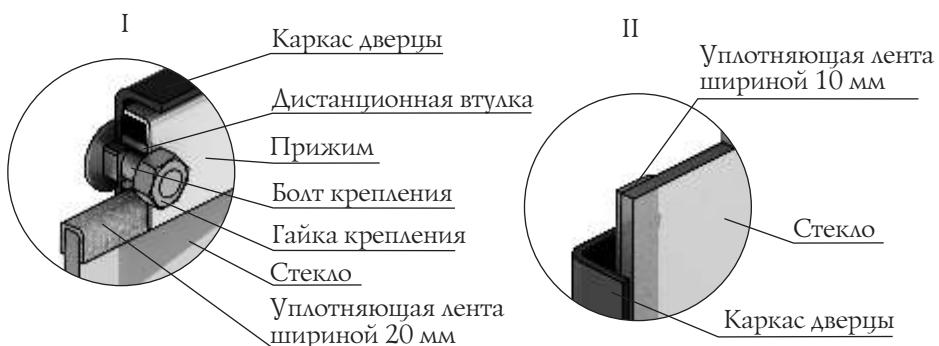

Рисунок 15. Крепление светорозрачного экрана дверцы модели «Витра»
20 мм наклеивается сверху и снизу стекла «П»-образно (рисунок 15.I), лента шириной 10 мм наклеивается вертикально, вдоль боковых сторон стекла (рисунок 15.II).
4. Вставить стекло в упор, при этом лента наклеенная с боковых сторон (вертикальная) должна быть зажата между стеклом и каркасом дверцы (рисунок 15.II).
ВНИМАНИЕ! Гайки крепящие прижим накручиваются на болты крепления через дистанционные втулки (рисунок 15.I).